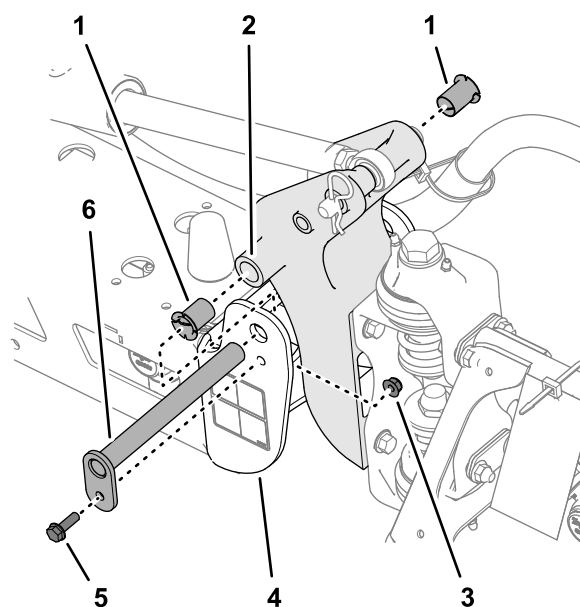

図 120
5. ナイロンブッシュを取り外し、ピボットブラケットの前面および後面側から見て点検する 図 120。
6. 各ナイロンブッシュに少量のオイルを塗ってピボットブラケットに取り付ける 図 120。
7. ピボットブラケットの穴を、エンドチャンネルの穴に合わせる 図 120。
3. ピボットピンを固定しているボルトとナットを外してピンを取り外す 図 120。